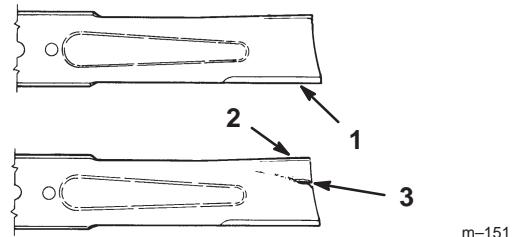

Bild 33
1. Untersuchen Sie die Schnittkanten (Bild 33). Bauen Sie, wenn die Kanten nicht scharf sind oder Kerben aufweisen, die Schnittmesser aus und schärfen Sie sie. Siehe „Schärfen der Messer“ auf Seite 34.
2. Untersuchen Sie die Schnittmesser, insbesondere den gebogenen Bereich (Bild 33). Montieren Sie, wenn Sie Schäden, Verschleiß oder Rillenbildung in diesem Bereich feststellen (Punkt 3 in Bild 33), sofort ein neues Schnittmesser.